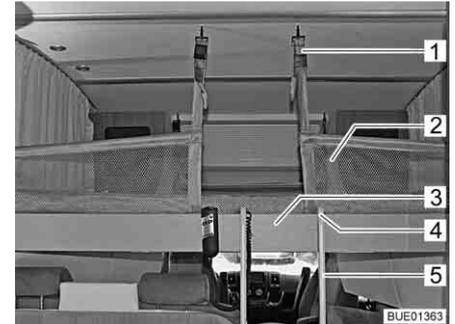

Fig. 139 Lit escamotable avec filet de sécurité tendu
Quand il y a un filet de sécurité (Fig. 139,2), ce dernier se trouve sous le matelas du lit escamotable avec les sangles de sécurité. Ne tendre le filet de sécurité qu'une fois que les personnes se trouvent dans le lit escamotable.
- Suspendre les sangles de sécurité (Fig. 139,1) aux crochets situés au plafond.
- Accrocher l'échelle de montée (Fig. 139,5) à la barre-poignée (Fig. 139,3) du lit escamotable à l'aide des deux étriers (Fig. 139,4).